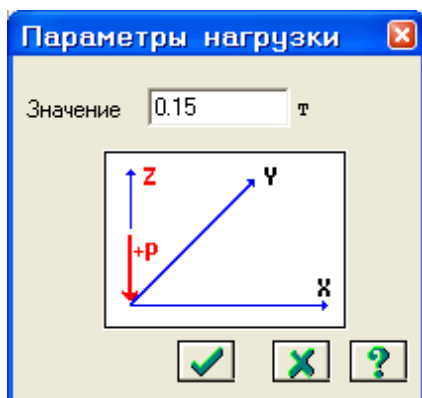

Рис.8.16. Диалоговое окно **Параметры нагрузки**
- Щелчком по кнопке сосредоточенной силы вызовите диалоговое окно **Параметры нагрузки** (рис.8.16).